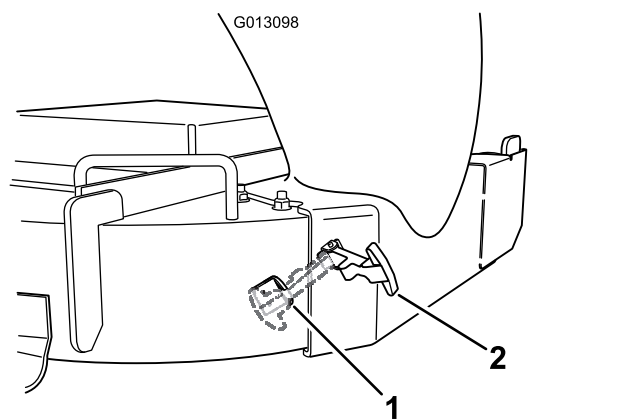

Figure 20
8. Accrochez le verrou flexible de la goulotte à la gâche de retenue qui est soudée à la paroi latérale du plateau de coupe (Figure 20).